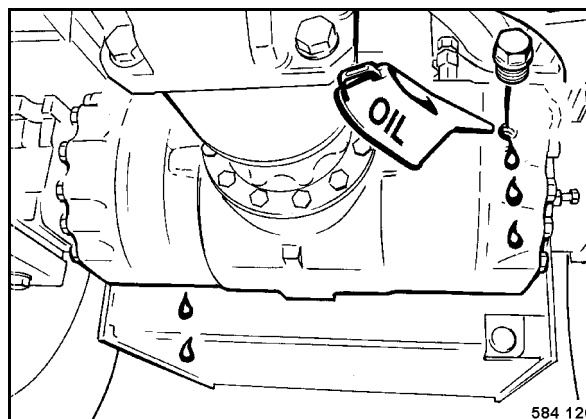

fig. 135
- Remplir l'huile par les orifices de vérification jusqu'au bord inférieur des orifices (fig. 135).